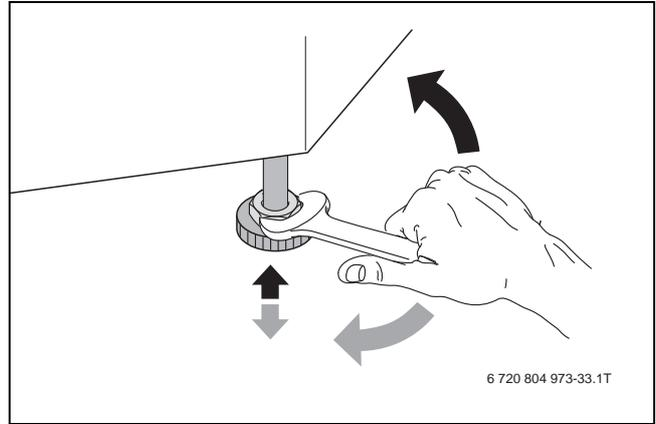

Рис. 21 Горизонтальное выравнивание котла
- ▶ Наклоните котёл, используя специальную тележку (→ рис. 21, стр. 21).